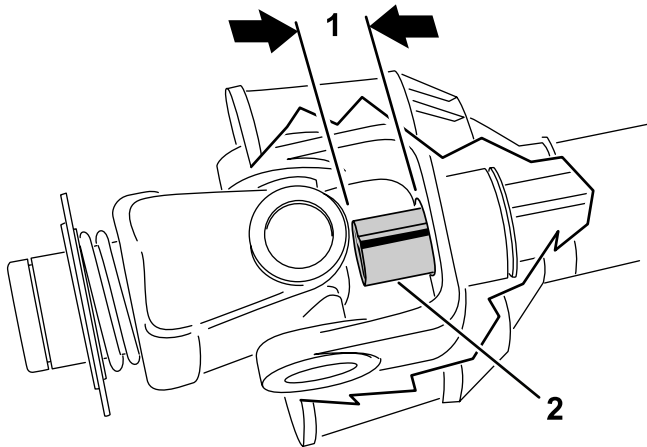

Bild 16
9. Schieben Sie die Zapfwellenrohre zusammen, bis sie ganz zusammengeklappt sind. Stellen Sie sicher, dass das **Innenrohr** nicht in das Kreuz und den Lagerabschnitt des Außenrohrs hineinragt (**Bild 16**). Falls dies der Fall ist, müssen das Innenrohr **kürzen**, um das Problem zu beheben. Machen Sie mit den nächsten Schritt weiter.
10. Messen Sie, wie weit das Innenrohr in das Kreuz und den Lagerabschnitt des Außenrohrs hineinragt (**Bild 16**). Addieren Sie diesen Wert zu dem in Schritt 8 erhaltenen Wert.